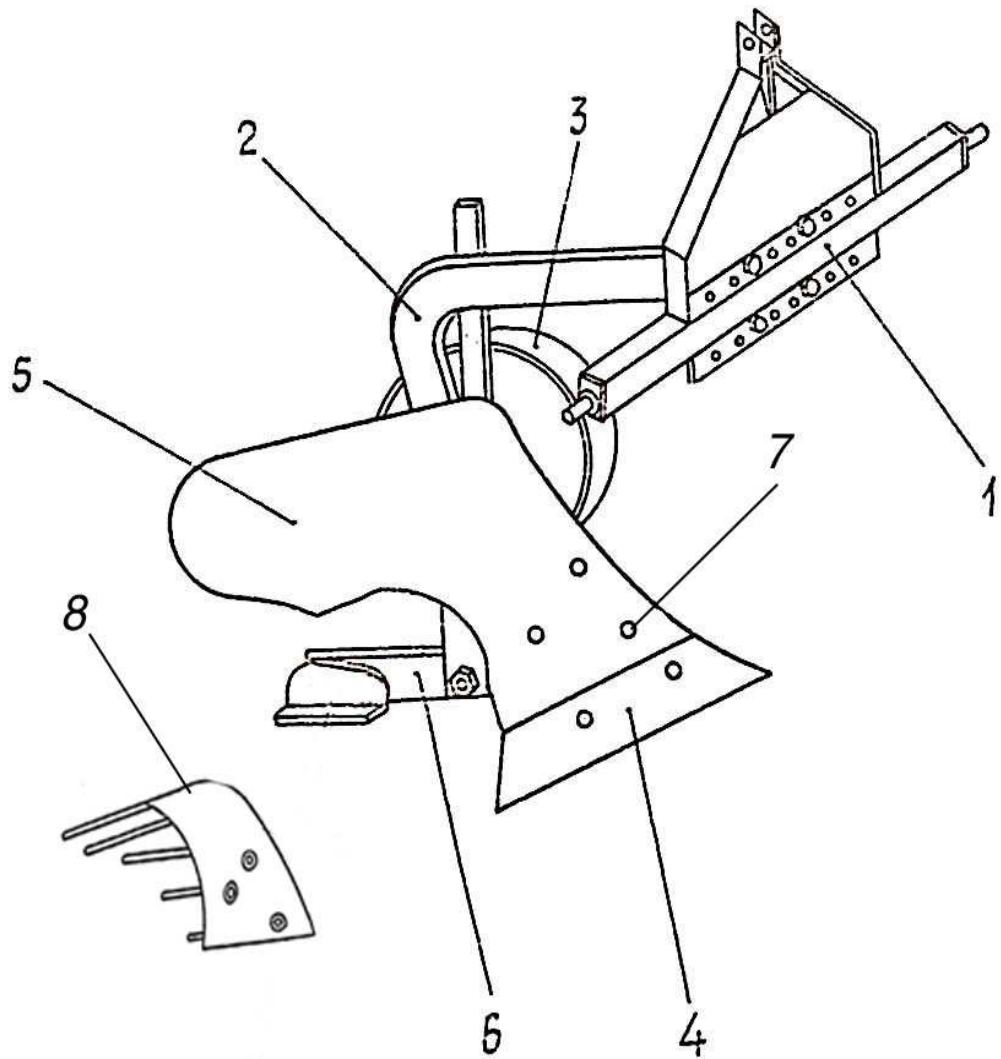

Рисунок 1 – Плуг ПУ-00.000
5.1 Подготовку к работе плуга ПУ-00.000 производите в следующей последовательности: соедините сцепку 1 (рисунок 1) с плугом (если она отсоединена), а затем с навеской трактора, для чего наденьте проушины нижних продольных тяг навески на боковые пальцы сцепки и зафиксируйте каждую чекой. Вставьте проушину центральной тяги в скобу сцепки, зафиксируйте пальцем и чекой.